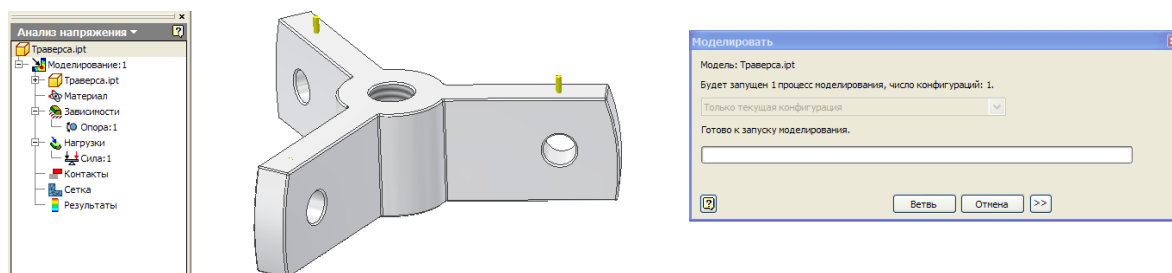

Рис. 9. Расчет траверсы
11. Командой «Моделирование» на панели «Расчет» запустите расчет детали (нажмите кнопку «Ветвь») (рис. 9).